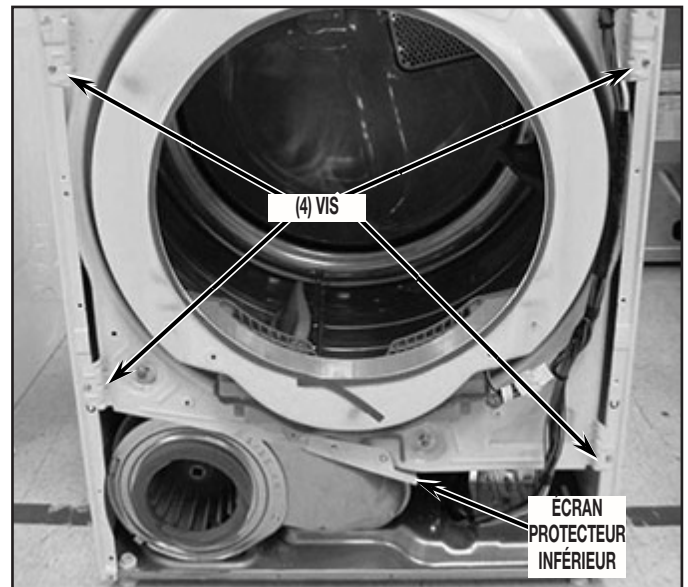

FIGURE 14
14. Ôter le module de la cloison : ôter d'abord les quatre (4) vis de fixation du module de la cloison sur la caisse; soulever légèrement le module de la cloison, et simultanément tirer sur la bride pour l'écarter du tambour, en extrayant les galets du tambour. Voir la Figure 14.